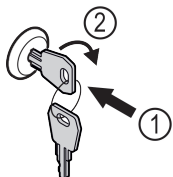

Fig. 128 Immagine a titolo di esempio
- Inserire la chiave Fig. 128 (1).
- Ruotare la chiave di 90° in senso orario Fig. 128 (2).